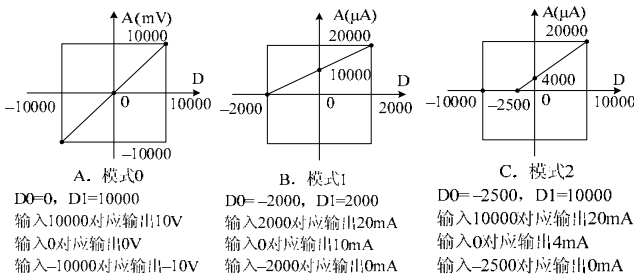
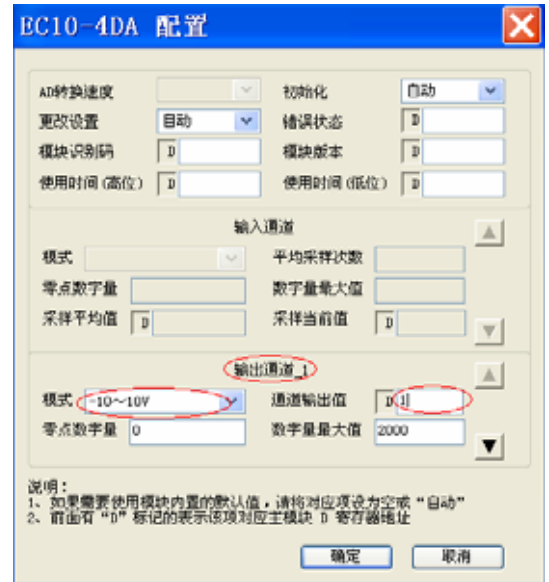
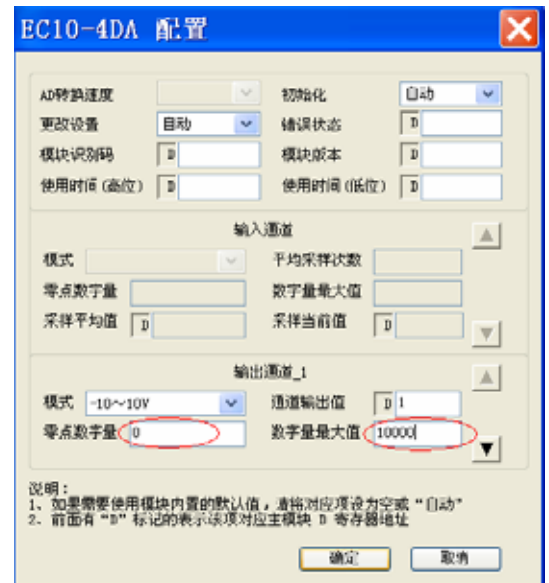
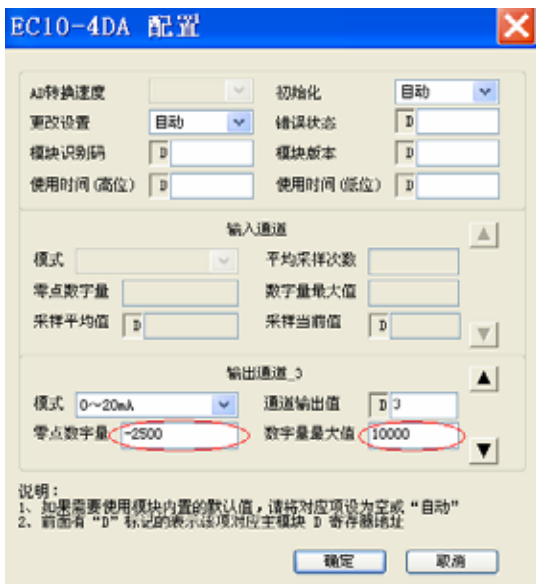

图 3-3 特性更改举例
图 4-1 设置通道属性
图 4-2 更改第 1 通道特性
图 4-4 更改第 3 通道特性
EC10-4DA 与主模块之间通过通讯缓冲区 (BFM) 交换信息。用户在后台软件的 EC10-4DA 配置界面上作了相应设置之后，主模块会自动将信息写入 EC10-4DA 的缓冲区，由此对 EC10-4AD 的状态进行设置。主模块会自动将 EC10-4DA 上报的信息显示在该配置界面上，见图 4-1~图 4-4。
7. BFM#4094: 模块软件版本信息单元。自动显示在后台软件的 EC10-4DA 配置界面上的 **模块版本** 栏, 见图 4-2。
若更改通道的 D0、D1 数值，即可更改通道特性，D0、D1 可在-10000~10000 之间任意设定，若设定值超出此范围，EC10-4DA 不会接收，并保持原有有效设置，图 3-3 为特性更改举例，请参考。
设置通道的属性如图 4-1 所示。
例：EC10-4DA 模块第 1、2、3 通道特性设置分别按图 3-3 所示 A、B、C 模式更改。第 1 通道（模式 0）输出一个-2V~+2V 的锯齿波，时间步长为系统的扫描时间；第 2 通道（模式 1）输出 15mA 电流；第 3 通道（模式 2）输出 4.8mA 电流。设置通道的属性如图 4-2~图 4-4 所示。进一步详细说明参见《EC20/EC10 系列可编程控制器编程参考手册》。